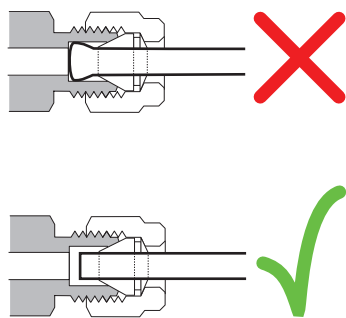

图 20. 完成的接头
- 9 图 20 中显示了正确套接的连接和不正确套接的连接。请注意，正确套接的接头中的管线的一端没有破碎，且不会与密封垫圈的操作发生干扰。